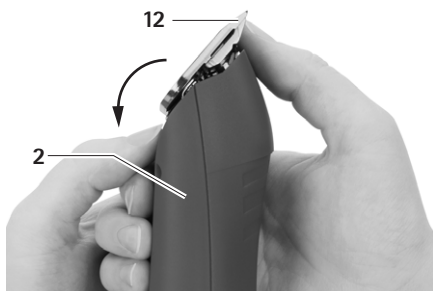

Fig. 4
- Aprire la testa di tosatura 12 tirandola in avanti, vedere Fig. 4.